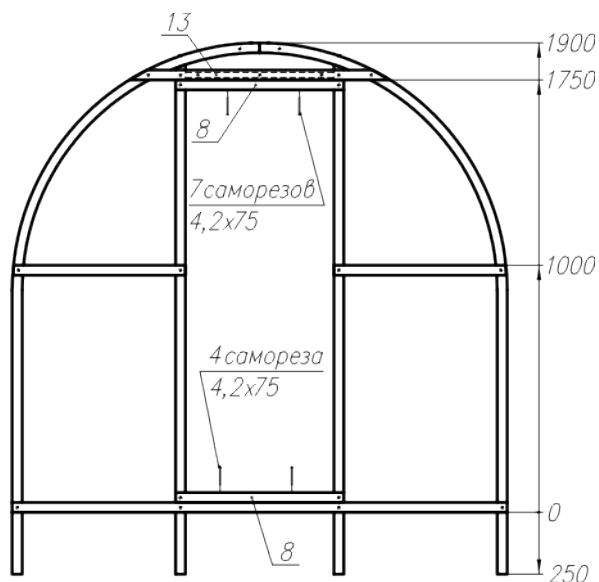

Рис. 13
4.3.3. Установите порог 8, поперечину 8 и добор проема 13 (рис.13)